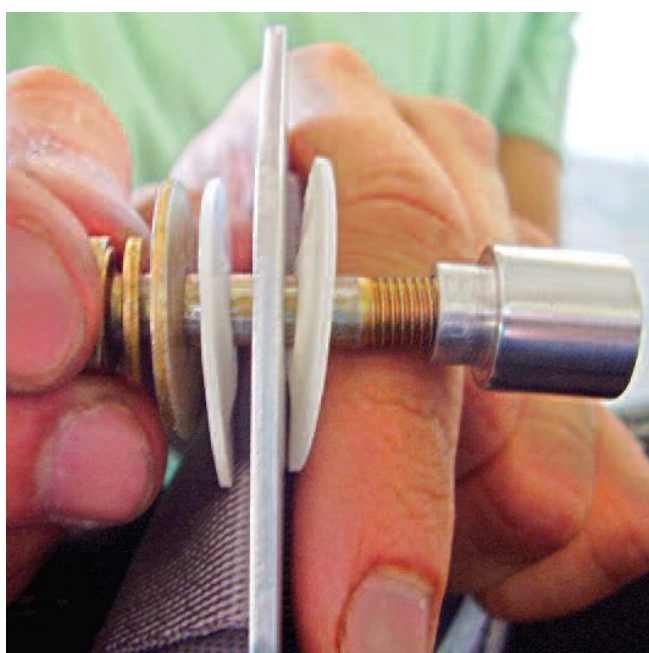

Figura 25.10.36 – Instalação dos cintos centrais abdominais
8. Dispor o parafuso AN4-13A e demais elementos mostrados na Figura 25.10.36 junto ao terminal de fixação do cinto de segurança abdominal central, também mostrado na mesma figura.
9. Instalar o conjunto mostrado na Figura 25.10.36 na lateral do console da alavanca do flap conforme a mesma figura. O console da alavanca do flap é mostrado na figura 25.10.35;